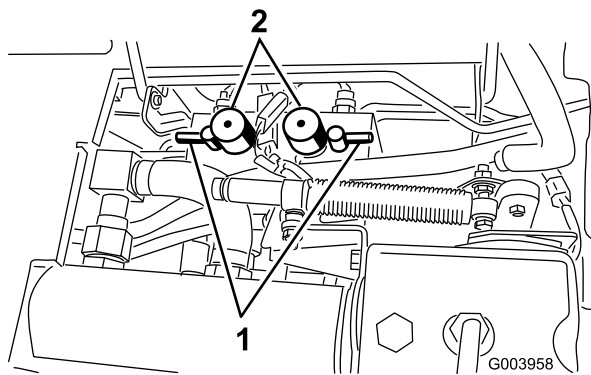

Figura 83
5. Coloque ambos os controlos da velocidade do cilindro na posição 1 (Figura 83).
6. Seleccione as alavancas de rectificação dianteiras, traseiras ou ambas para determinar quais as unidades a rectificar (Figura 83).